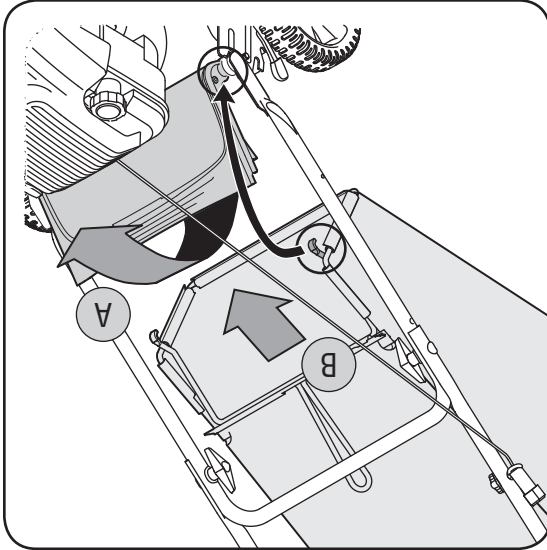

Figure 6
- a. Glissez le sac sur l'armature (côté en plastique noir sur le dessous). Enfoncez les crochets de l'armature dans les trous des glissières en plastique du sac à l'herbe. Voir la Figure 6.
- b. Attachez le sac sur l'armature en accrochant les glissières sur l'armature, comme à la Figure 6. Toutes les glissières en plastique, sauf celle du dessus du sac, s'accrochent de l'extérieur du sac. Le haut du sac s'attache de l'intérieur de celui-ci.